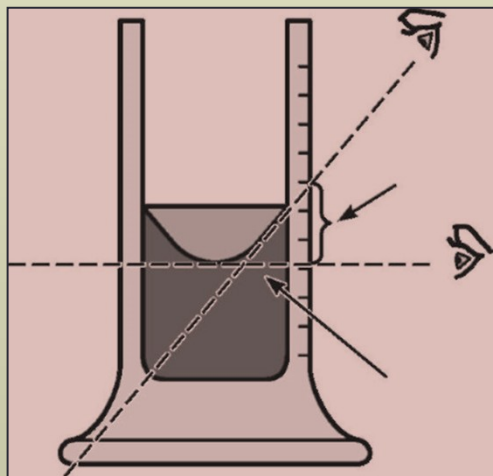

Рис. 11. Ошибка дозирования за счет параллакса, т.е. кажущегося смещения уровня жидкости
1. Правильное определение уровня жидкости. Глаза работающего должны быть на уровне мениска. Если глаз смотрит под углом, возможна значительная ошибка дозирования за счет явления параллакса (рис. 11). Уровень бесцветной жидкости устанавливают по нижнему мениску, окрашенной - по верхнему.